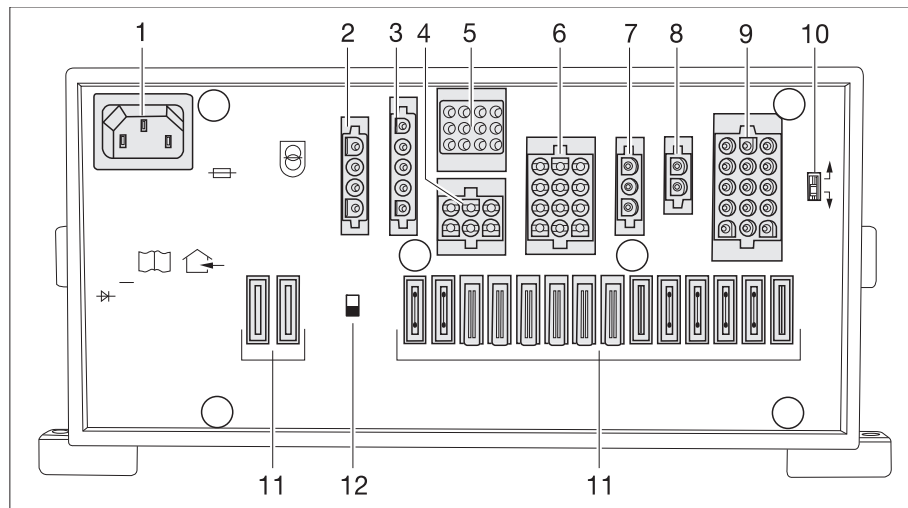

Fig. 245 Centralina elettrica (EBL 119)
- ▷ L'interruttore staccabatteria (Fig. 245,12) disconnette dalla rete a 12 V tutte le utenze collegate alla centralina elettrica.
- ▶ Se il selettore batteria (Fig. 245,10) è impostato scorrettamente, si può formare ossidrogeno. Pericolo di esplosione!
Con il selettore batteria (Fig. 245,10) il modulo caricabile nella centralina elettrica può essere impostato sul tipo di batteria dell'abitacolo incorporata nel veicolo ("al piombo-gel", "al piombo-acido" o AGM).